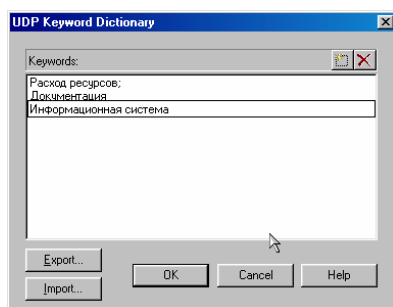

Рис. 144. Словарь ключевых слов **UDP**
1. Перейдите в меню **Dictionary/UDP Keywords** и в диалоговом окне **UDP Keyword Dictionary** внесите ключевые слова **UDP (User Defined Properties – Свойства, определяемые пользователем)** (рис. 144):